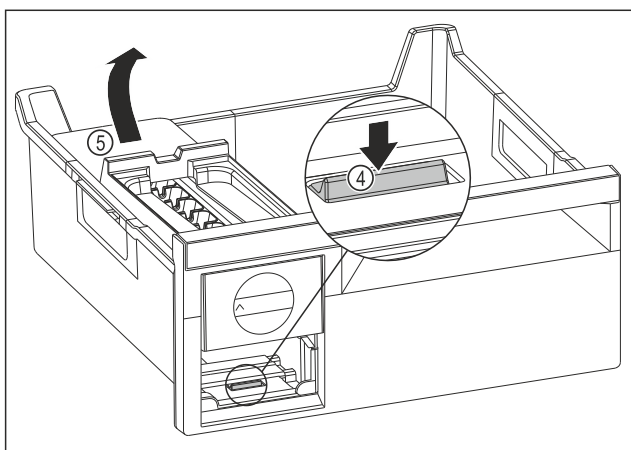

Fig. 82
- ▶ Udtagning af EasyTwist-Ice-legemet: Tryk lasken Fig. 82 (4) ned med fingeren, og løft samtidigt EasyTwist-Ice-legemet Fig. 82 (5) med den anden hånd.